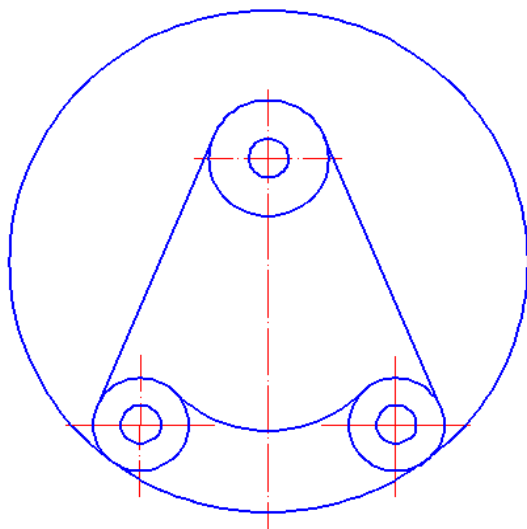

Рис. 77. Построение касательной окружности
3.10. Выполнить сопряжение радиусом 130 мм двух окружностей с помощью команд **Рисование** → **Круг** → **KKP (кас кас радиус)** (см. подр. 2.2) и обрезать верхнюю часть окружности, используя операции **Редактирование** → **Обрезать** (см. рис. 77).